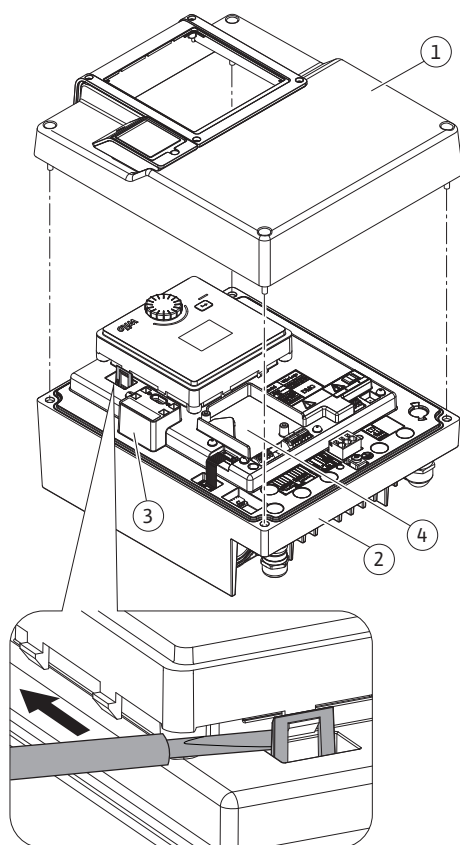

Fig. 26: Module électronique
Les modules CIF (accessoires) servent à établir une communication entre les pompes et la gestion technique de bâtiment. Les modules CIF sont enfilés dans le module électronique (Fig. 26, pos. 4).